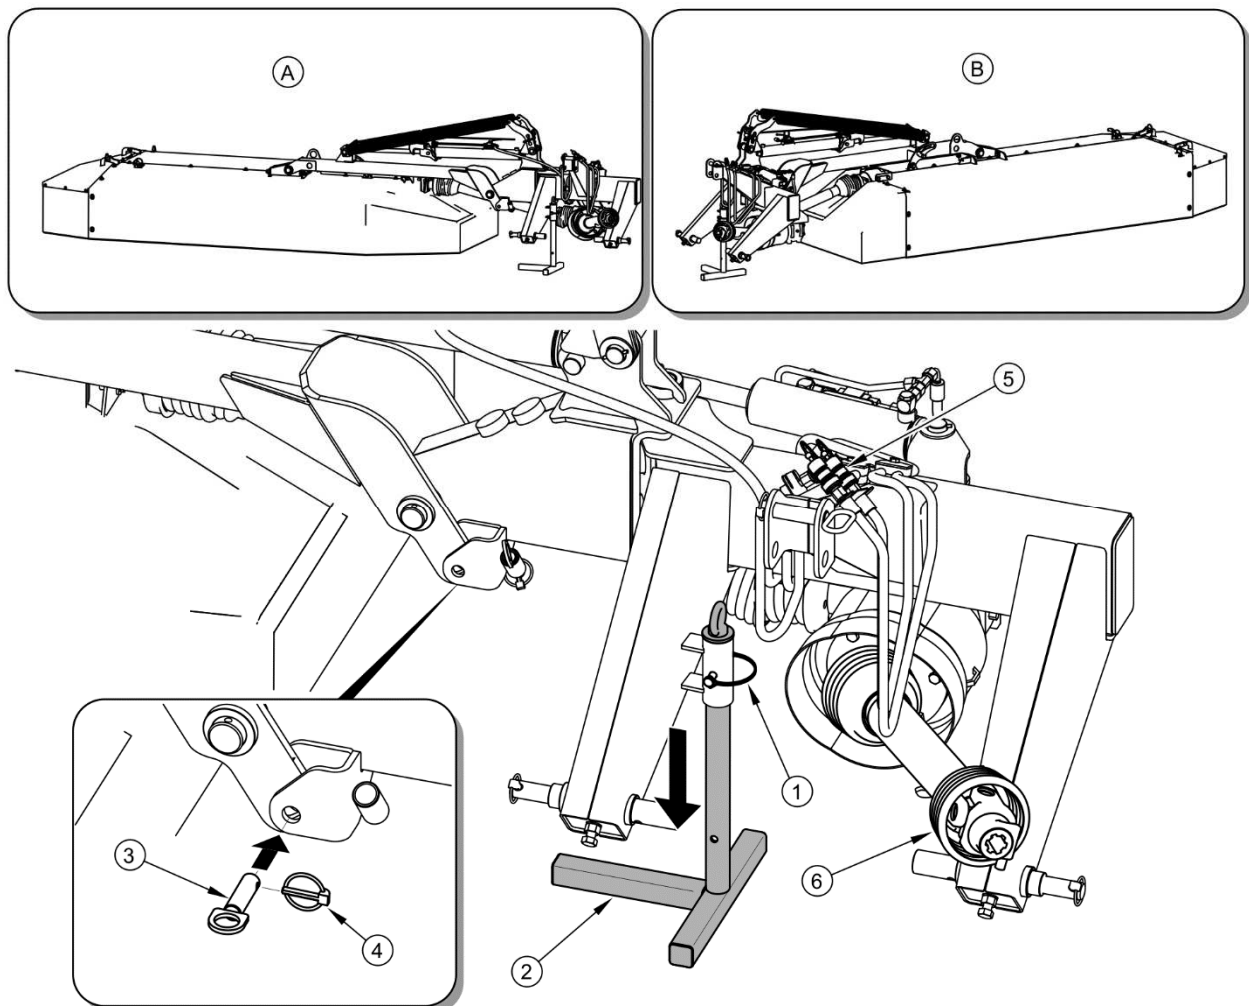

ABBILDUNG 4.15 Abtrennen des Mähwerks vom Schlepper
Vor dem Abtrennen des Mähwerks von der Aufhängung am Schlepper muss der Tragarm mithilfe des Bolzens (3) und des Splints (4) in der Ruhestellung blockiert werden (Abbildung 4.15). Das Mähwerk darf nicht vom Schlepper abgetrennt werden, wenn der Tragarm nicht blockiert wurde,